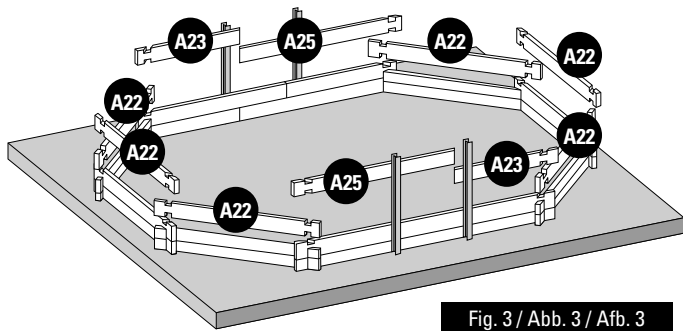

Fig. 3 / Abb. 3 / Afb. 3
- EN 3rd LAYER OF BOARDS:** Install the third layer of boards as shown in figure 3. The position of the refilling fitting with the key and the skimmer should be defined at the start of the assembly (read the specific paragraphs).
- FR 3^{ÈME} RANGÉE MADRIERS :** Positionnez les madriers de la 6ème rangée conformément à la figure 3. Vous devez avoir déterminé l'emplacement de la buse de refoulement et du skimmer dès le début du montage (voir paragraphes spécifiques).
- DE 3. BRETTERRIHE:** Platzieren Sie die Bretter der dritten Reihe laut Abb. 3. Zu Beginn der Montage müssen Sie die Lage des Druckventils und des Skimmers festlegen (lesen Sie hierzu die entsprechenden Abschnitte).
- NL 3ª RIJ PLANKEN:** Plaats de planken van de derde rij zoals te zien is op afbeelding 3. U moet al bij aanvang van de montage bepalen op welke plaats het uitstroommondstuk en de skimmer moet komen (less de betreffende paragrafen).